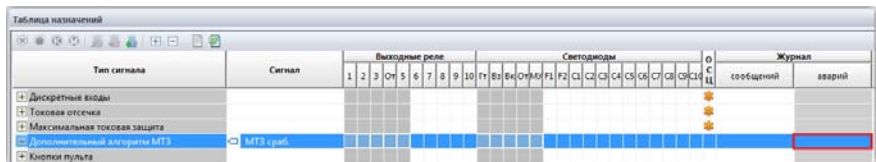

Рис. 29. Настройка записи сообщения
29. Настроить запись сообщения в журналы аварий и сообщений при появлении вызова. Для этого создать сообщение в перекрестии между сигналом и столбцом «Журнал аварий» или «Журнал сообщений». Для этого дважды нажмите левой клавишей мыши по перекрестию (рис. 29).